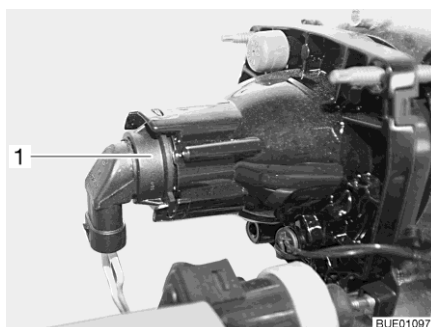

Fig. 213 Feux de croisement/feux de position/feux de route
- Placer la main derrière le support de l'ampoule (Fig. 213,1).